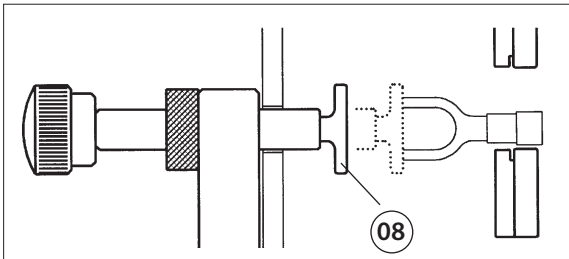

FIG. 3 REGLAGE DU POSITIONNEUR
Régler la course du positionneur (08) en fonction du connecteur à comprimer en procédant de la façon suivante (Voir Fig. 3):